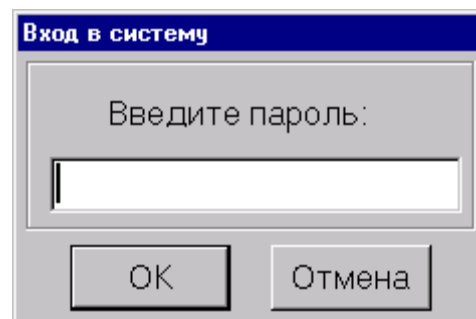

Рис. 6.1
- Для регистрации в системе нажать кнопку «Вход в систему», в открывшемся окне (Рис. 6.1) ввести пароль и нажать кнопку «ОК».